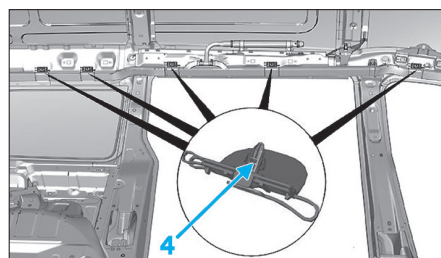

Fig. 11
- Dégrafer les entretoises (4) (Fig.11).